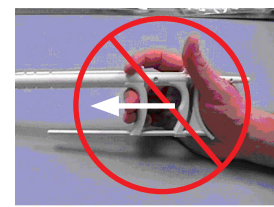

Figura 6
- g) Tenga en cuenta que si modifica la posición del pulgar a la que se muestra en la Figura 6, dicha posición está contraindicada y no debe utilizarse.